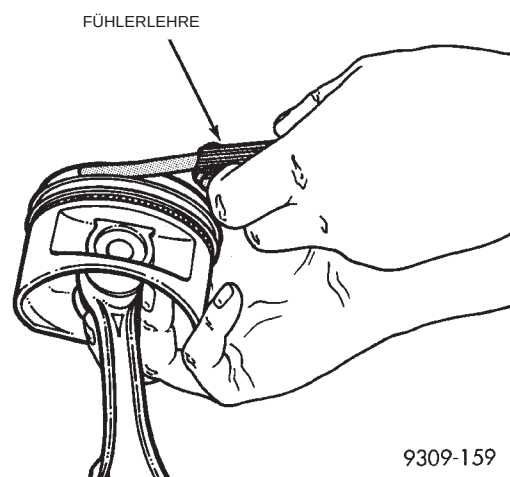

Abb. 7 Nutspiel der Kolbenringe messen
(2) Spiel der Pleelringe in der Nut prüfen (Abb. 7). Näheres hierzu siehe Tabelle mit Kenndaten der Pleelringe.